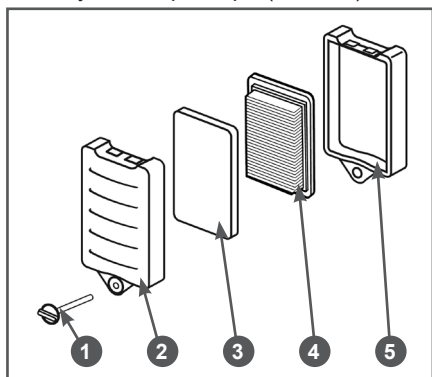

Рис. 20 Обслуживание воздушного фильтра PC5332F
1. Открутите болт 1 и снимите крышку 2 воздушного фильтра (Рис. 20)
2. Извлеките предварительный поролоновый 3 и основной бумажный 4 фильтрующие элементы (Рис. 20).
4. При незначительном загрязнении промойте предварительный поролоновый фильтрующий элемент 3 (Рис. 20) теплым мыльным раствором и просушите. Поврежденный или сильно загрязненный поролоновый фильтрующий элемент замените.
Бумажный фильтрующий элемент 4 (Рис. 20) не подлежит очистке, необходима его замена. Не продувайте основной бумажный фильтрующий элемент сжатым воздухом, не промывайте его в бензине и других растворителях. Эксплуатация двигателя с грязными или поврежденными фильтрующими элементами, или без фильтрующих элементов приведет
5. Произведите очистку крышки 2 и корпуса 5 воздушного фильтра (Рис. 20).
6. Установите на место фильтрующие элементы. Установите крышку воздушного фильтра и зафиксируйте ее винтом 1 (Рис. 20).